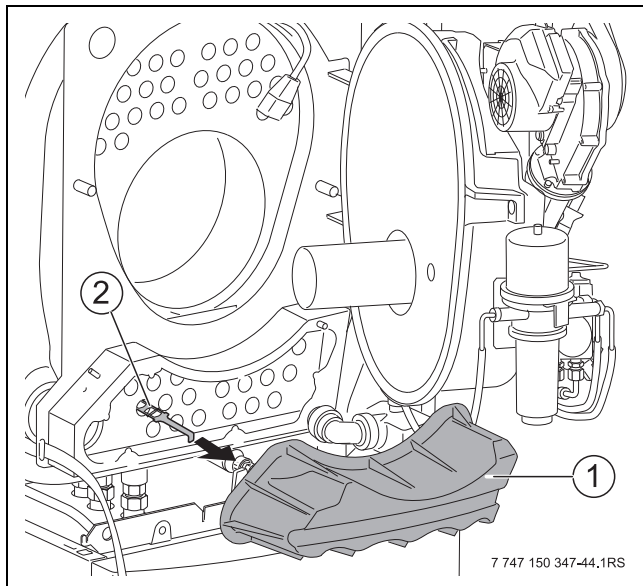

Bild 76 Turbulatoren herausziehen
- ▶ Abgasschalldämpfer (→ Bild 76, [1]) entfernen.
- ▶ Turbulatoren (→ Bild 76, [2]) entnehmen und reinigen.